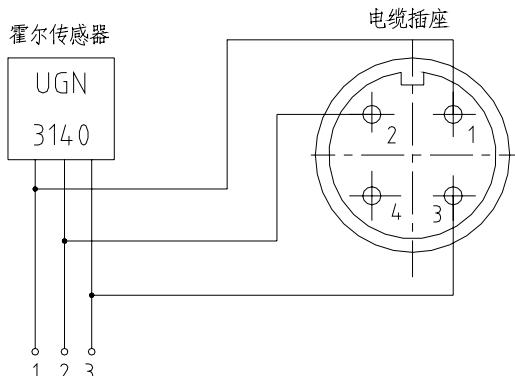

图 5-3 传感器与控制仪连接线路图
(11) 压力损失与液体流量的平方成正比，液体粘度增加，压力损失也增大。
(12) LC-XE 型传感器用于医药工业、食品工业等有保洁、卫生要求的场合时，请先用洗洁精，再用清水冲洗干净。
(13) 传感器与流量控制仪按图 5-3 所示接线。